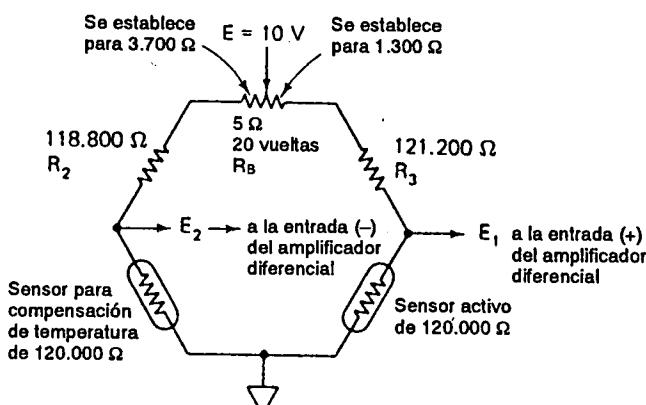

FIGURA 8-16 El potenciómetro de balance R_B se ajusta para hacer que $E_1 - E_2 = 0\text{ V}$.
Suponga que se tiene un sensor de trabajo y un sensor de compensación de temperatura en la figura 8-16 que son iguales dentro de $1\text{ m}\Omega$. Para completar el puente, se instalan dos resistencias de $120\ \Omega$ al 1%. Uno es más alto en 1% a $121.200\ \Omega$ y otro está abajo por 1% a $118.800\ \Omega$. Deben igualarse para balancear el puente. Para hacer esto, se instala un potenciómetro de $5\ \Omega$ y 20 vueltas, como se muestra en la figura 8-16. En forma teórica, el potenciómetro debe establecerse como se muestra para igualar resistencias en las ramas superiores del puente a $122.500\ \Omega$.
Además supóngase que un amplificador de instrumentación con una ganancia de 1000 se conecta al puente de la figura 8-16. Del ejemplo 8-11, la salida del amplificador de instrumentación (IA) será de aproximadamente 22 mV por miliohm de desbalanceo. Esto significa que el potenciómetro de $5\ \Omega$ debe ajustarse dentro de $1\text{ m}\Omega$ a los valores mostrados, de modo que $E_1 - E_2$ y en consecuencia V_o del IA será igual a $0\text{ V} \pm 22\text{ mV}$.